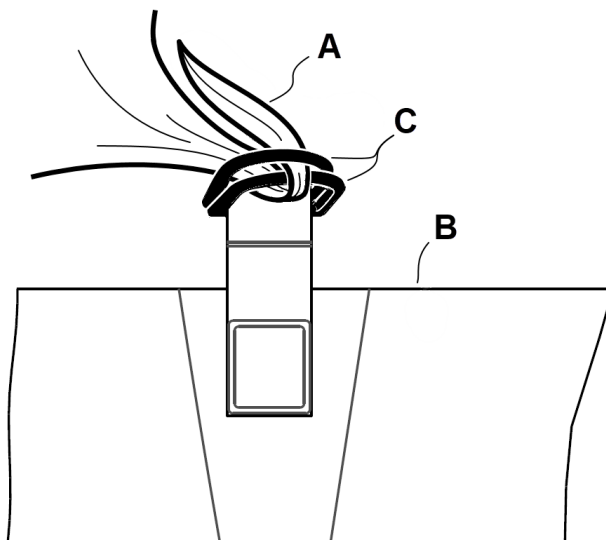

Figura 15 – Applicazione delle lenzuola
1. Separare gli anelli a D (C) (Figura 15).
2. Far passare i quattro angoli delle lenzuola attraverso gli anelli a D (C) fissati alla fodera inferiore per assicurare le lenzuola (A) alla superficie di supporto (B).